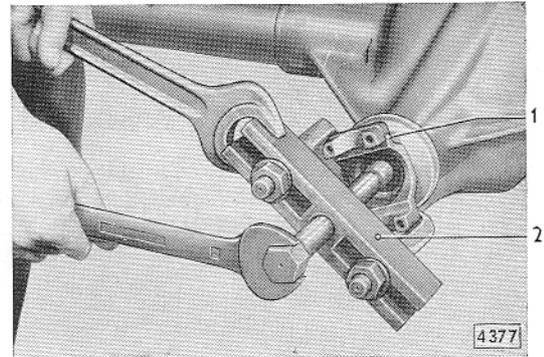

Bild D 12 - Antriebskegelradflansch abziehen
7. Antriebskegelradflansch mit Abzieher S-13 abziehen (Bild D 12).